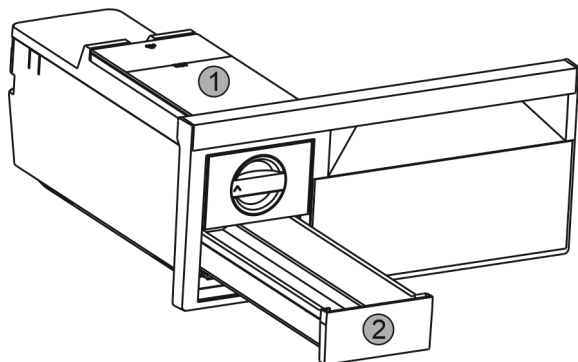

Fig. 38
- ▶ Enlever le réservoir d'eau Fig. 38 (1) et le tiroir à glaçons Fig. 38 (2).